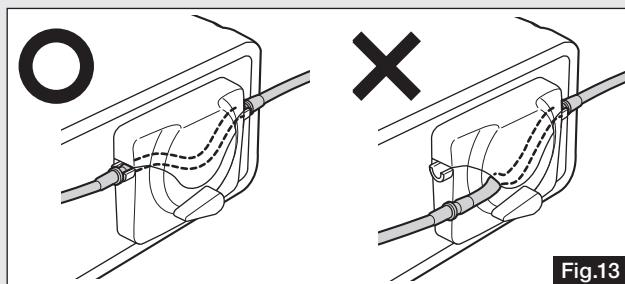

Fig.13
- Después de haber confirmado que el tubo de irrigación está montado correctamente en el rodillo, CIERRE el botón de la bomba de irrigación. Si el botón se gira hacia CERRADO con el tubo de irrigación desplazado de la posición correcta, podría dañarse el tubo de irrigación (Fig. 13).